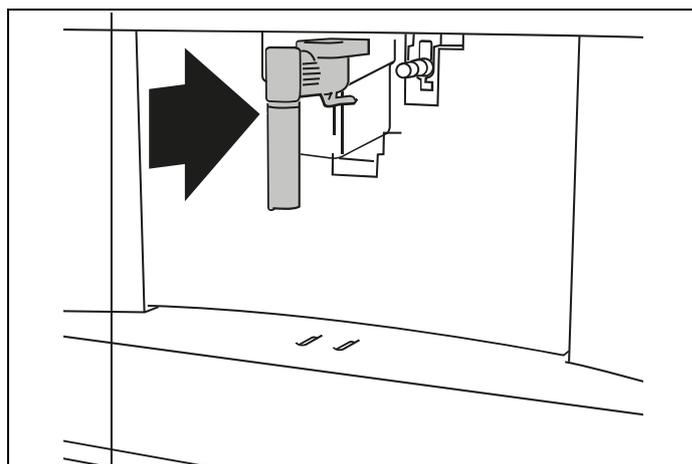
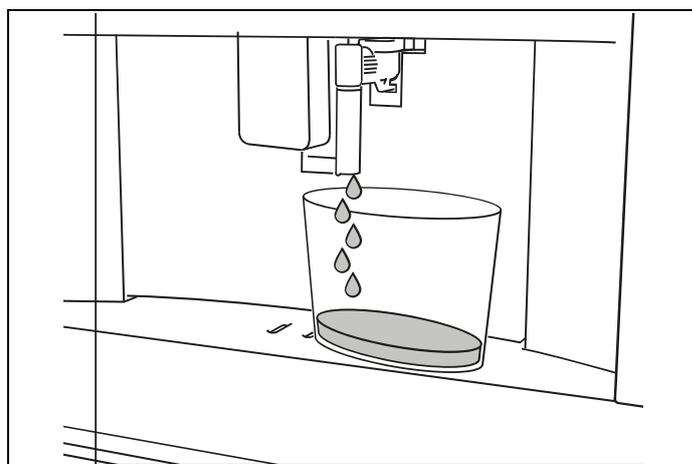

Fig. 21
Fig. 22
- 4) **INSÉRER LA SORTIE D'EAU** : Vérifier que le bec eau chaude/vapeur (C6) est inséré sur la buse de raccordement (A10) (Fig. 21) et placer un récipient d'une capacité minimale de 100 ml en dessous (Fig. 22);
6) Appuyez sur \checkmark OK pour confirmer : l'appareil délivre de l'eau par le bec (Fig. 22), puis s'éteint automatiquement.